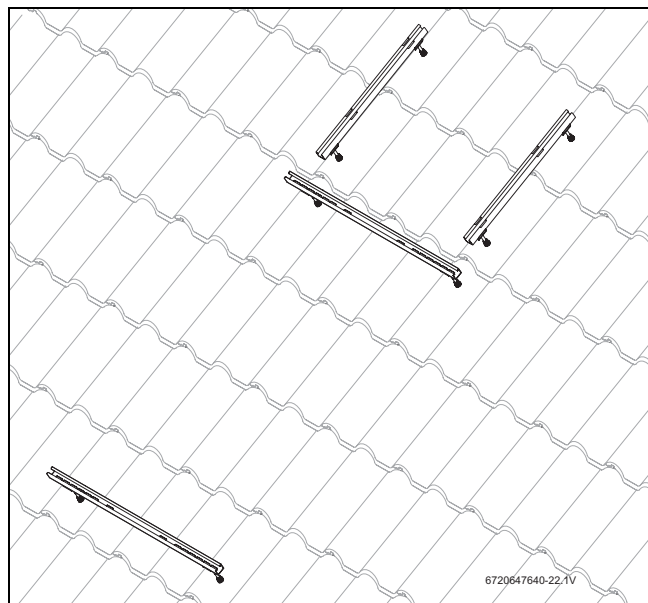

Fig. 29 Rails profilés prémontés pour un capteur (système 150/200 I)
- Ancrer les rails profilés sur des plaques en béton (→ fig. 29).